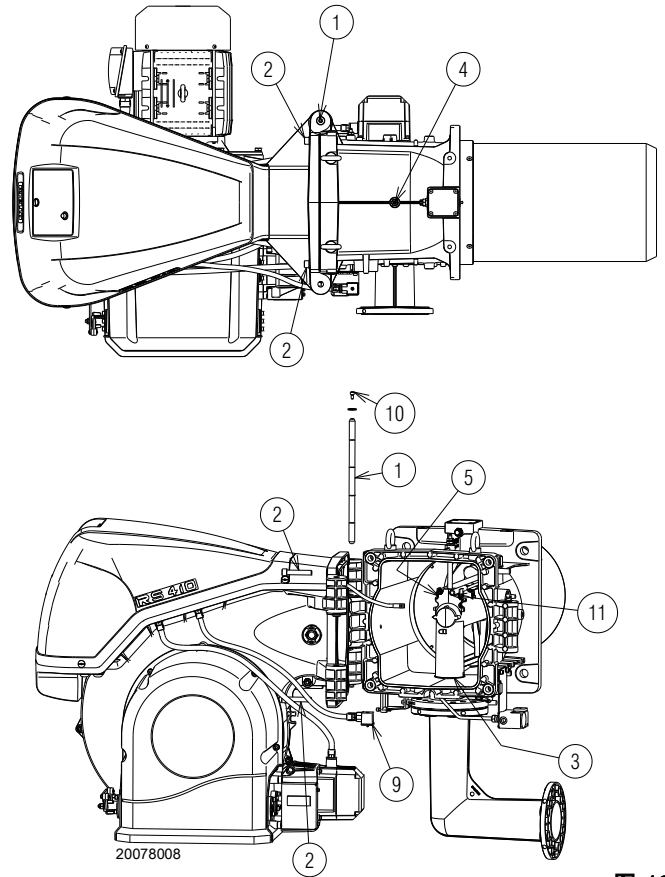

图 16
燃烧器出厂时被预设为左侧开口，因此要保持插销 1)(图 16) 在保护罩中。
- A 断开最大燃气压力开关的插头 / 插座 9)(图 16) ；
- D 将燃烧器全部打开，如 图 16 所示；
要从对侧打开燃烧器，必须在取下插销 1)(图 16) 前，确认 4 个螺丝 2) 已经拧紧。然后将插销 1) 移动到对侧，此时才能取下螺丝 2)。断开最大燃气压力开关插座 9) (图 16) ，之后按前述步骤从 C 步开始操作。